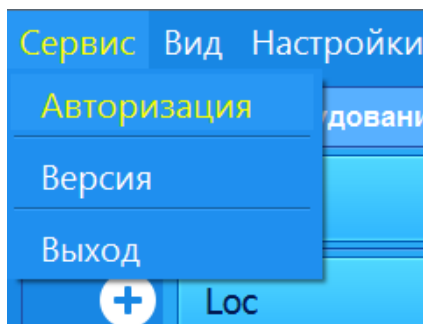
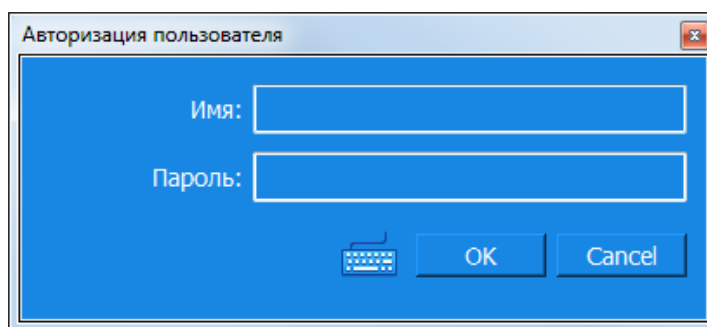

Рисунок 2. Пункт меню «Сервис»
Рисунок 3. Вид окна авторизации
4.1.2 Для авторизация оператора требуется выбрать пункт меню «Сервис»-«Авторизация» (рисунок 2). В появившемся окне (рисунок 3) нужно ввести имя и пароль.